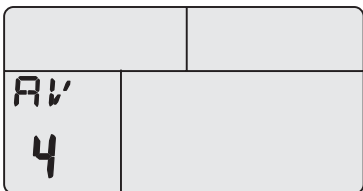

图 5.2
(1) 按 SET 键开始设置新的测试并选择各种参数。此时液晶屏显示的是一组测试所包含的测试次数。如图 5.2 所示。